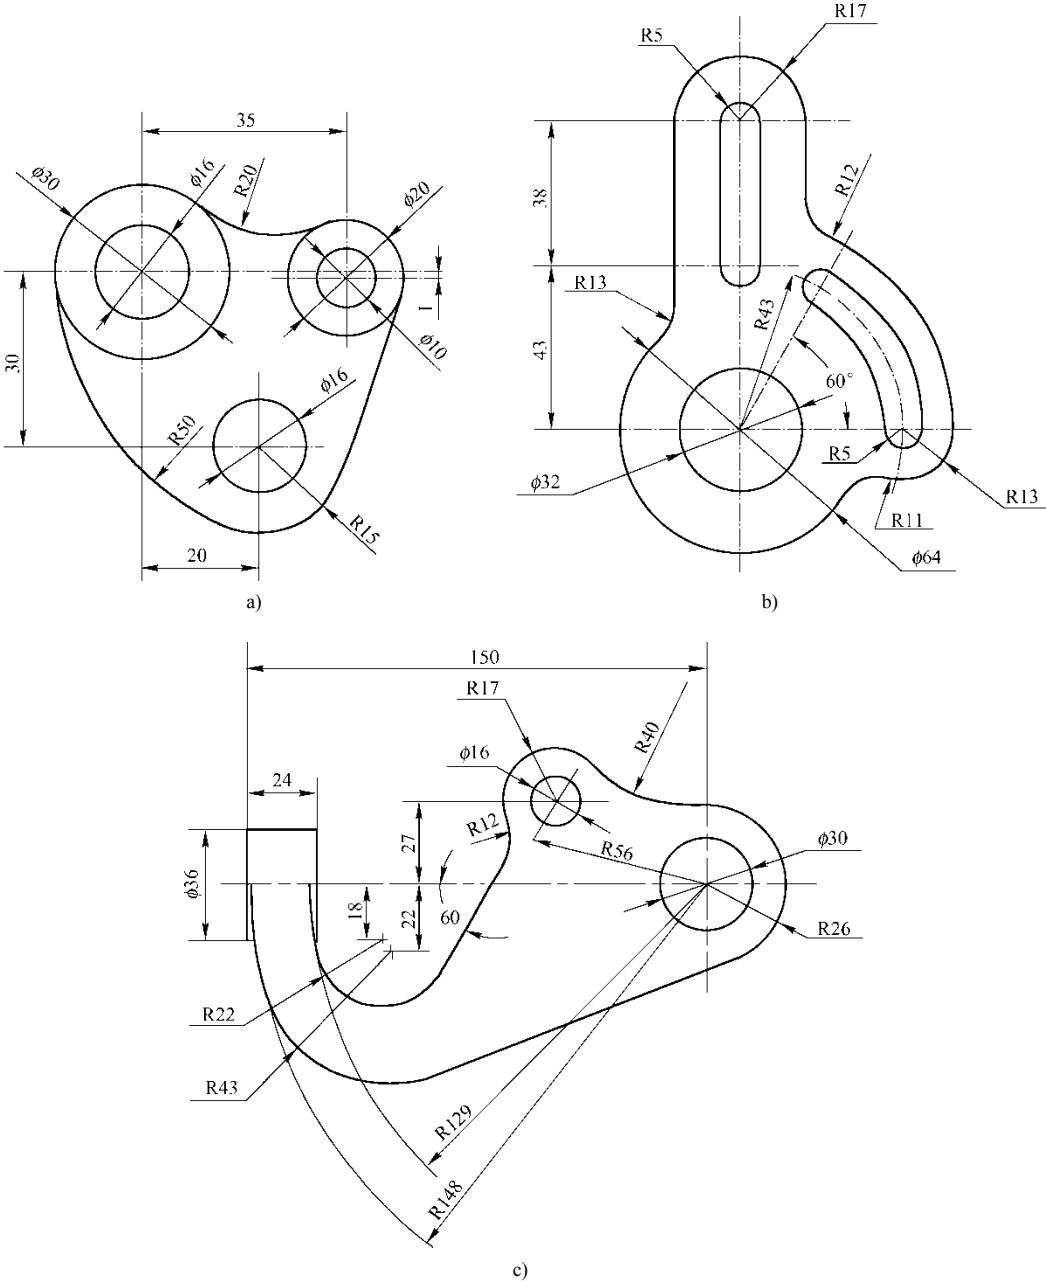

图 2-52 圆弧连接
2. 按图 2-52 中的尺寸, 画出下列圆弧连接的草图。其中图 2-52a) 的详细绘制步骤可参阅“素材文件\第 2 章\ex\圆弧连接的草图.PDF”。